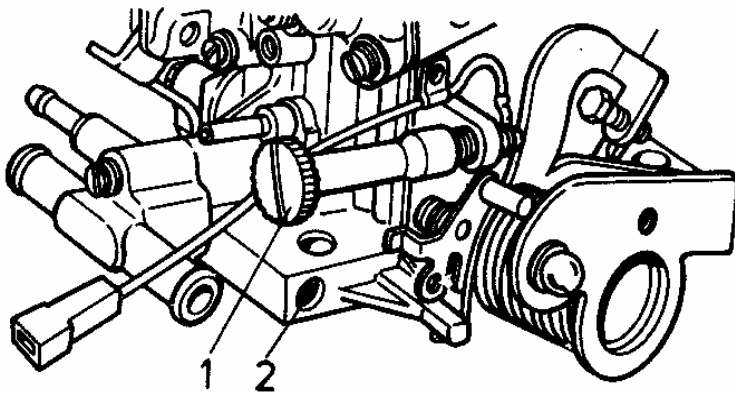

Fig. 80. Tornillos de regulación del carburador "Solex": 1 - tornillo de cantidad de la mezcla; 2- tornillo de riqueza de la mezcla
2. La frecuencia de rotación del cigüeñal a régimen de ralentí (750-800 rpm) se permite regularla por su cuenta (por el conductor) sólo con el tornillo 1 (fig. 80) de cantidad de la mezcla. Con el tornillo 2 de la riqueza de la mezcla con control de la toxicidad de los gases quemados el carburador se regula sólo en la ESA. Con este fin el tornillo 2 está cerrado con una tapadera de plástico. Caso de alteración o de falta de esta tapadera la fábrica no asume ninguna responsabilidad por consumo excesivo de gasolina y por el contenido de óxido de carbono (CO) en los gases quemados.